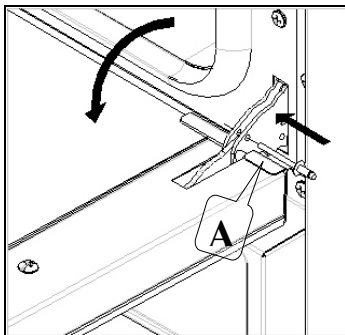

Fig. 6
- Insérer les épines en dotation dans les trous "A" qui sont présents sur les deux charnières (Fig.6);